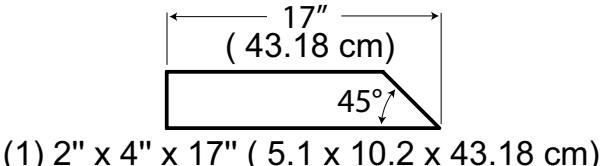

FIG. 1
- On a typical unit the slide opening should extend to the outer surface of the uprights, as shown in (Fig.1). If not, prepare slide attachment opening by cutting two 2" x 4" x 5" and one 2" x 4" to the width of slide opening shown in (Fig. 1). Place the 2" x 4" x 5" deck supports so that the top of the 2" x 4" deck board is flush with the top surface of the existing deck boards. (Fig. 2)
- En una unidad típica la apertura de diapositiva debería extenderse a la superficie externa de los uprights, como mostrado en (Fig.1). Si no es así, prepare la abertura para el tobogán al cortar dos 2" x 4" x 5" y un 2" x 4", como se muestra en la (Fig. 1). Coloque los soportes de la plataforma de 2" x 4" x 5" de tal forma que la parte superior de la tabla para la plataforma de 2" x 4" quede alineada con la superficie superior de las tablas existentes para la plataforma. (Vea la Fig. 2)
- Sur une unité typique l'ouverture de toboggan devrait s'étendre à la surface extérieure de l'uprights, comme montré dans (la Fig. 1). Sinon, préparez une ouverture de glisseuse en coupant deux planches de 2 x 4 x 5 po et une de 2 x 4 po à la largeur de l'ouverture de la glisseuse indiquée sous (voir la Fig. 1). Placez les supports de la terrasse de 2 x 4 x 5 po pour que le dessus de la planche de 2 x 4 x 5 po soit à niveau avec la surface supérieure des planches de terrasse actuelles. (voir la Fig. 2)